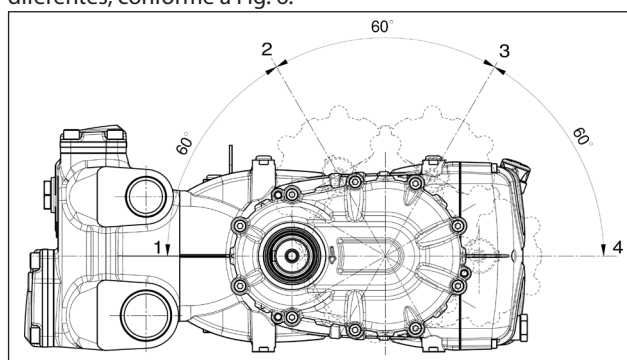

Fig. 6
~ 4,8 litros para as versões com redutor na pos. ① e ④ (Fig. 6).
É, então, possível posicionar o redutor em quatro posições diferentes, conforme a Fig. 6.